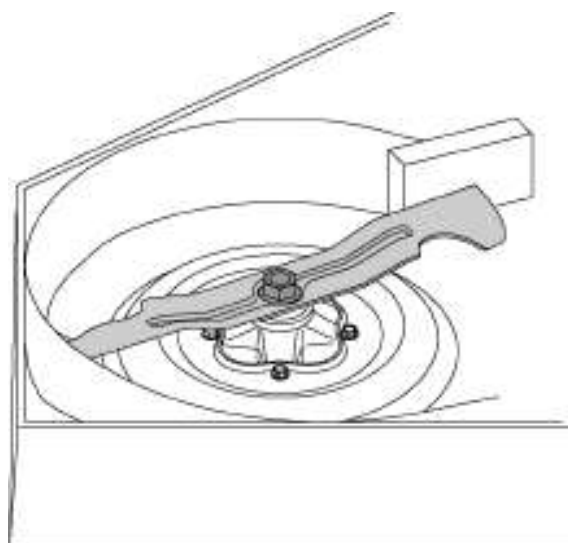

Figure 7-6
3. Enroulez un torchon autour d'une extrémité de la lame et empoignez-la pour l'empêcher de tourner ou fixez la lame solidement en plaçant un bloc de bois entre la lame et le boîtier du plateau. Consultez la Figure 7-6.